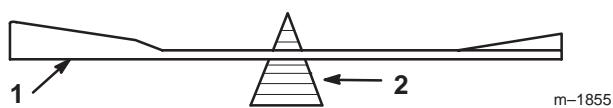
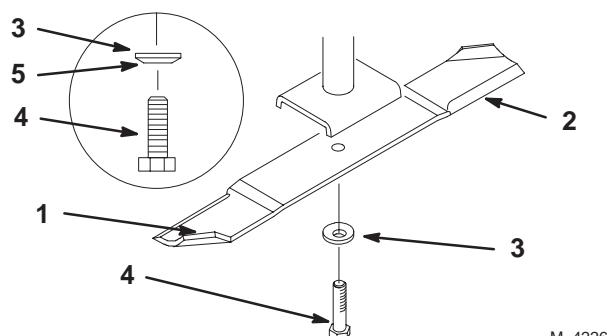

Figure 33
Figure 34
1. Tenez la lame à son extrémité avec un chiffon ou un gant épais. Retirez le boulon, la rondelle élastique et la lame de l'axe de la lame (Fig. 34).
2. Vérifiez l'équilibre de la lame en la plaçant sur un équilibrage (Fig. 33). Si la lame reste horizontale, elle est équilibrée et peut être utilisée. Si la lame est déséquilibrée, limez un peu l'extrémité de la partie incurvée seulement (Fig. 34). Répétez la procédure jusqu'à ce que la lame soit équilibrée.
1. Placez la lame sur l'axe (Fig. 34).
2. Installez la rondelle élastique et le boulon de la lame (Fig. 34). **Serrez le boulon à 115–150 Nm.**